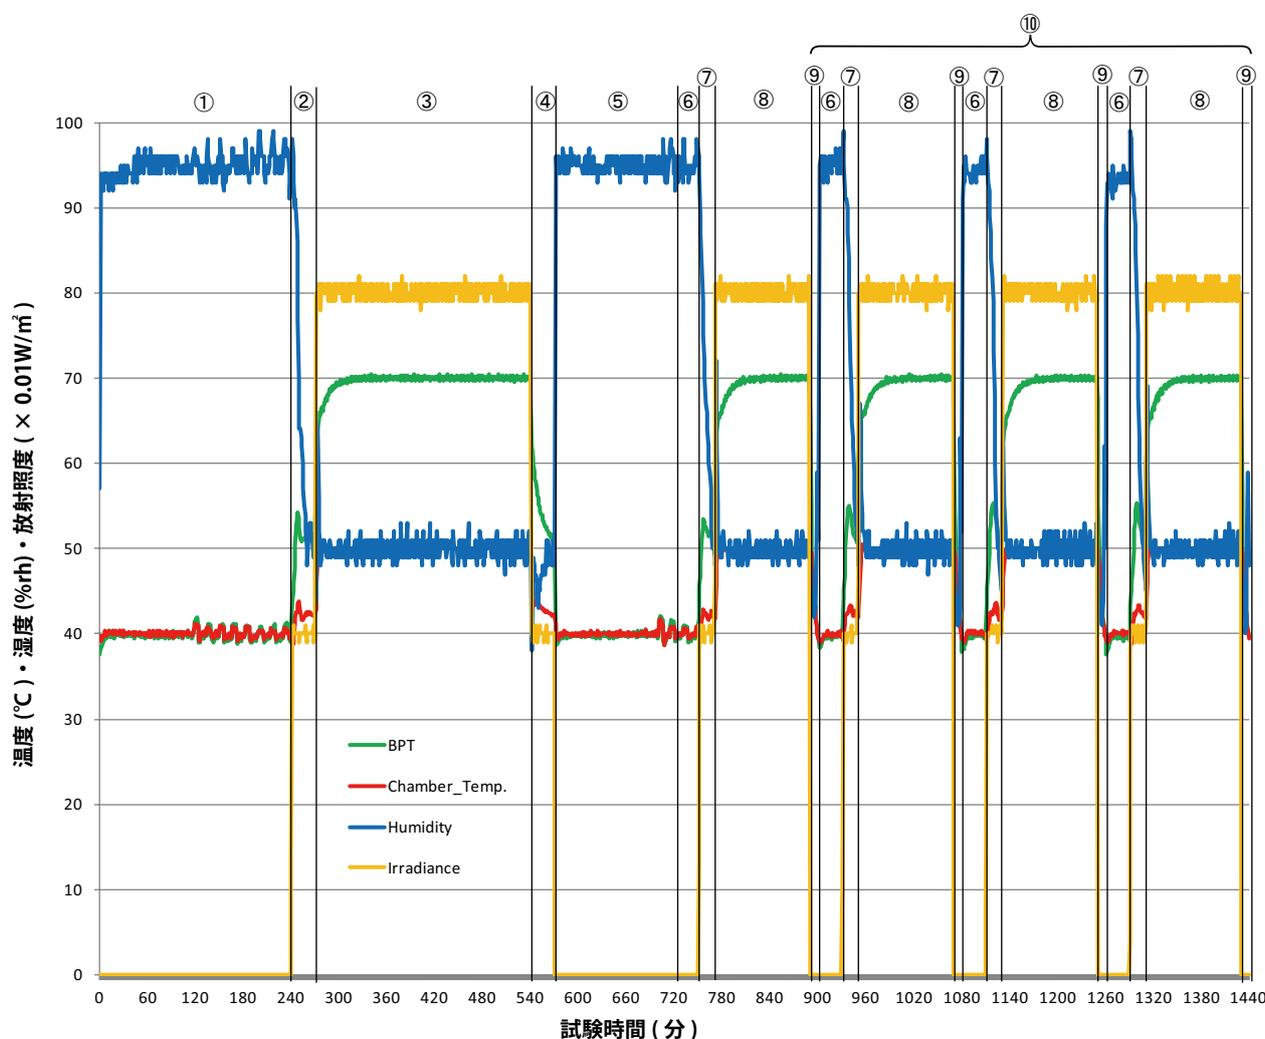

図1. ASTM D7869 サイクル運転データ
図1に、本規格条件をスーパーキセノンウェザーメーター (SX75Z型) で運転したデータを示す。BPT と槽内温度の同時制御の中、照度の上昇・下降、温湿度の上昇・下降を繰り返すサイクル運転である事がわかる。前述の通り①～⑩のステップを繰り返すが、プログラム設定はタッチパネルから簡単に入力・設定が可能であり、運転データはUSBメモリによりCSV形式で簡単に取り出せるため、図1のようにグラフデータとして確認・